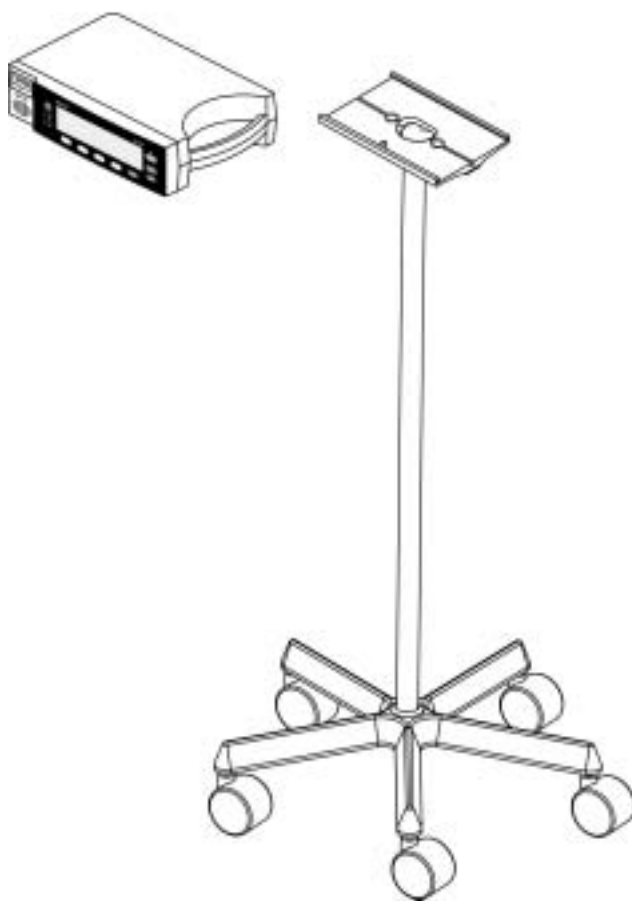

Figura 10: Juego de montaje en base rodante tipo GCX
- Juego de montaje en base rodante tipo GCX. Véase la figura 10 en la p  gina 112.
El juego de montaje en base rodante tipo GCX se acopla a la placa de montaje GCX del N-595 tal como indica la figura 10 en la página 112. Si desea obtener más instrucciones sobre la conexión del montaje GCX sobre base rodante, consulte las instrucciones de uso ilustradas incluidas con dicho componente.